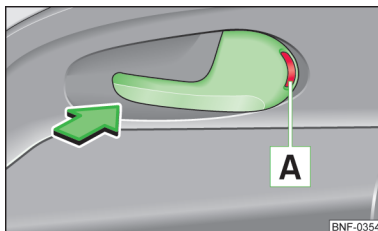

Fig. 26
- Apăsați mânerul portierei în sensul săgeții, în așa fel încât marcajul roșu **A** » fig. 26 să devină vizibil.
- Deschideți portiera prin tragerea o dată de mânerul portierei, în sens opus săgeții » fig. 26.